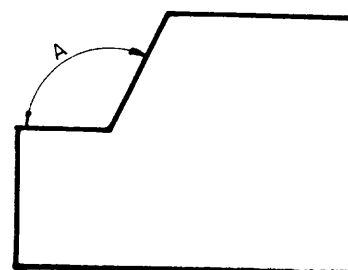

Fig. 7
- 3 Cuando el ángulo es obtuso y uno de sus lados estuviera paralelo al plano horizontal (fig. 7), la inclinación del carro porta-herramientas será de $\bar{A} - 90^\circ$.